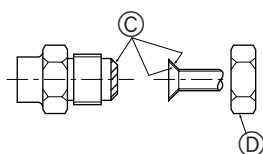

Fig. 4-1
4.2. Forbindelsesrør (Fig. 4-1)
- Kom et tyndt lag køleolie på rør og samlingsoverflade, før stramning af brystmøtrikken. ①
- Anvend to skrueøgler til at spænde rørforbindelserne. ②
- Påfør kølemaskineolie på hele opkravningssædets overflade. ③
- Brug koniske møtrikker til følgende rørstørrelse. ④
Ⓐ (Fig. 4-1)
Ⓑ (Fig. 4-1)